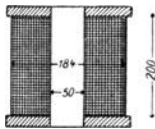

Fig. 3.
37. Eine Spule (Fig. 3) hat einen inneren Durchmesser von 50 mm, einen äußeren von 184 mm. Sie ist mit einem 2 [1,5] (0,5) mm dicken Kupferdraht (ohne Isolation gemessen) bewickelt, dessen Widerstand 4,35 [15,8] (855) Ω beträgt. Gesucht wird: